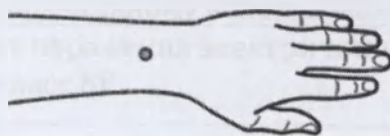

Рис. 2. Зона TE5 (TR5).
• воздействие на биологически активную точку TE5 (TR5) применяется для повышения артериального давления (рис.2)
Программа № 2 Давление мм.рт.ст. в диапазоне: систолическое < 106, диастолическое < 70 и разработана для воздействия на зону ТЕ5(ТR5), расположенную на внешней стороне запястья левой руки (рис. 2), для пациентов с гипотонической болезнью. Диаметр зоны воздействия — 10 мм. Рабочие частоты и интервалы времени стимуляции: 77 ± 4 Гц с амплитудной модуляцией с частотой 4 ± 0.5 Гц, 180 ± 30 с и 140 ± 5 Гц с амплитудной модуляцией с частотой 4 ± 0.5 Гц, 180 ± 30 с. Работа Программы № 2 сопровождается миганием символа  на экране аппарата белым цветом.